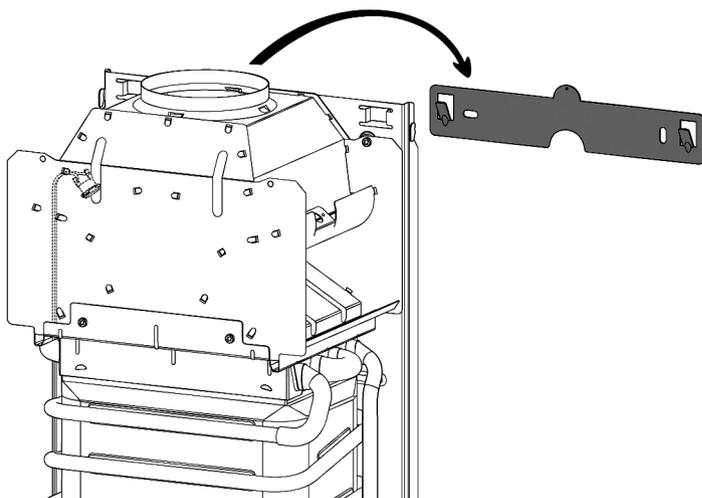

Fig. 6
- Agganciare i fori superiori ricavati sul telaio ai ganci della staffa di ancoraggio (fig. 6).